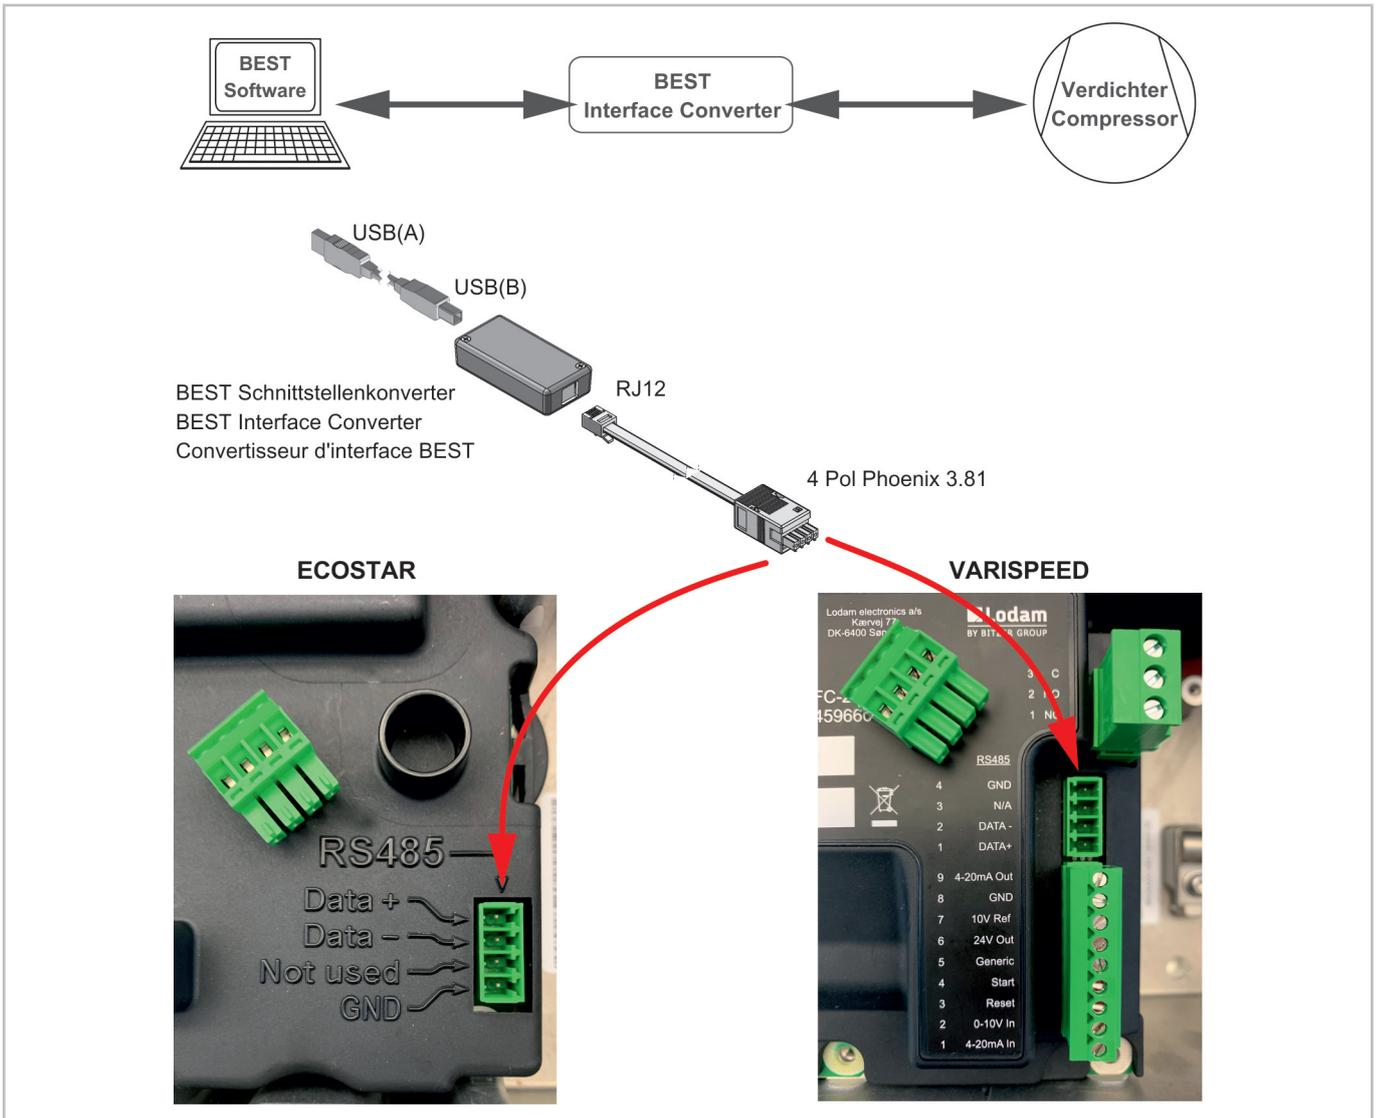

Fig. 10: Raccorder le VARISPEED .F1 à l'aide du convertisseur d'interface BEST
- ▶ Enficher le convertisseur d'interface BEST dans le bornier X100 et le terminal mobile (voir figure 10, page 47).
- ▶ Cliquer sur la touche NOUVEAU (2).